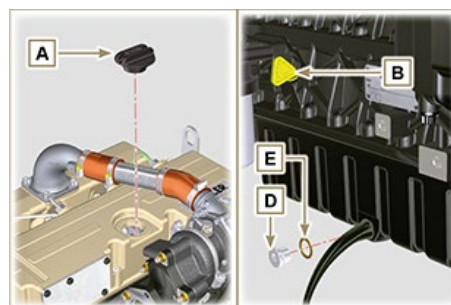

Fig. 6.1
1. Desenrosque el tapón de repostado del aceite **A** (Fig. 6.1).